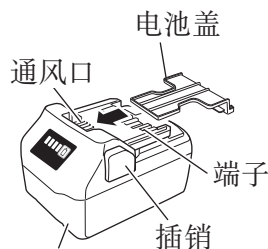

图 1
- 或者将电池装在电动工具中，或者在牢固按入电池盖并挡住通风孔后再存放，以防止短路。（参照图 1）